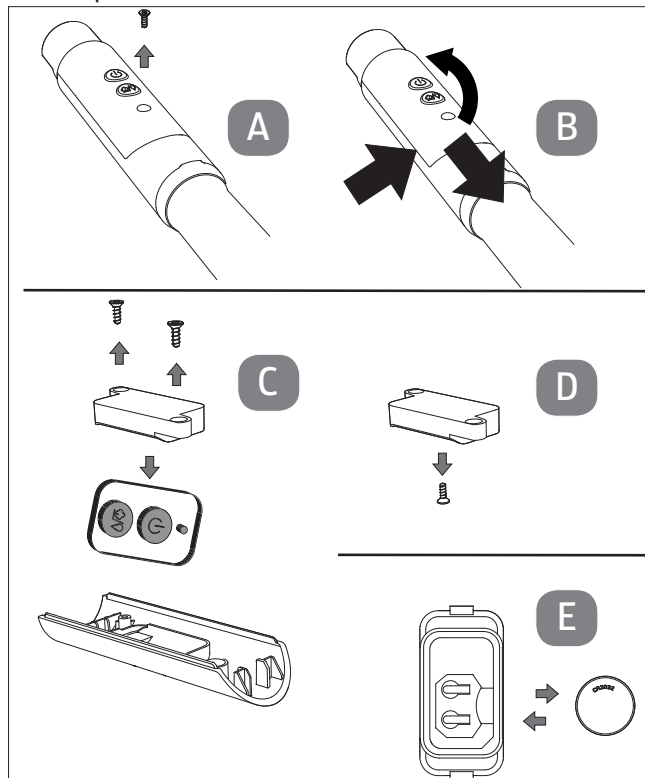

Fig. 14 – Sostituire la batteria nell'impugnatura
- Rimuovere la vite sotto il pannello di controllo sull'impugnatura utilizzando il cacciavite a croce (vedere Fig. 14, A).
- Rimuovere il vano del telecomando dall'impugnatura (vedere Fig. 14, freccia B):
- Svitare le due viti (vedere Fig. 14, C) per rimuovere il telecomando.
- Rimuovere la piccola vite sul circuito stampato con un piccolo cacciavite a croce (vedere Fig. 14, D) e capovolgere il circuito stampato.
- Sostituire la pila a bottone (vedere Fig. 14, E).